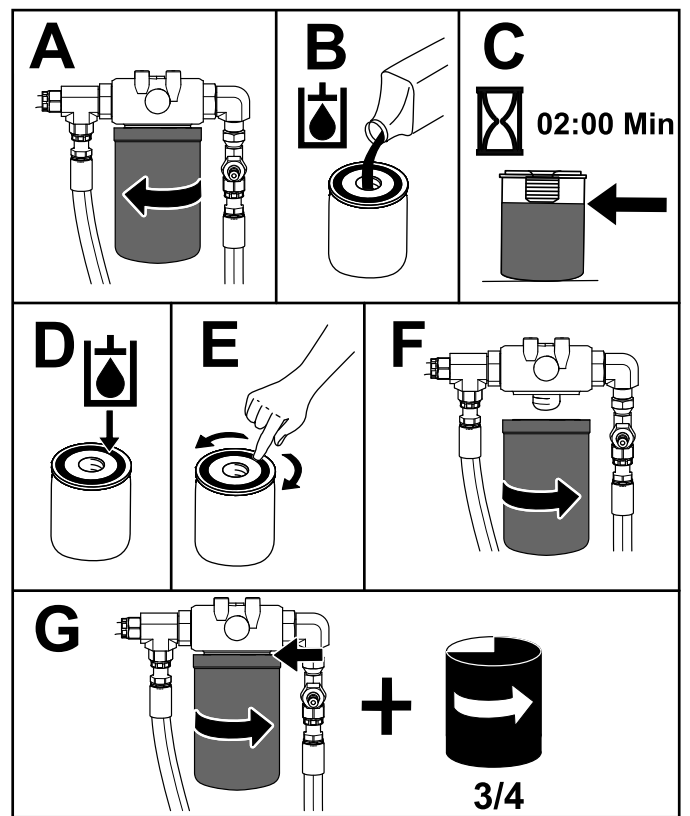

Figura 83
9. Coloque un recipiente debajo del filtro trasero y cambie el filtro (Figura 83).